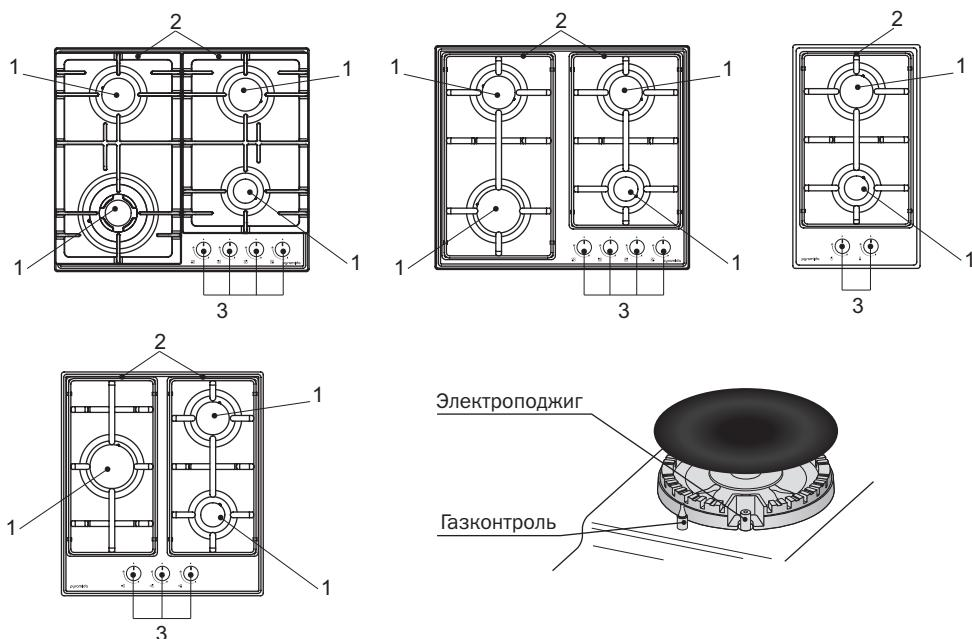

Рис. 11*
- Модели с электроподжигом (Рис. 11) оснащены специальными газовыми кранами с функцией электрического поджига. В этом случае символ электроподжига «★» изображен около каждой ручки управления. Чтобы зажечь газовую горелку, нажмите на нужную ручку, и поворачивайте ее нажатой против часовой стрелки к позиции «Сильное пламя». Проходя символ «★» активируется электроподжиг. Когда газовая горелка загорится, отпустите ручку.
- Включение газовой горелки с газконтролем (Рис. 11). Нажмите и поверните ручку, соответствующую выбранной газовой горелке, против часовой стрелки к позиции «Сильное пламя». Когда газовая горелка воспламенилась, удерживайте ручку нажатой примерно 5-10 секунд, чтобы пламя нагрело термопару газконтроля.